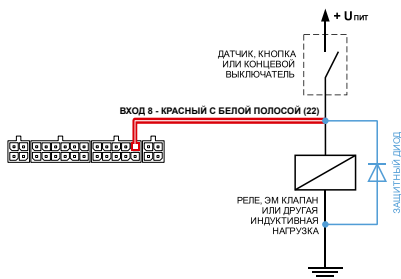

Рис.23. Схема подключения защитного диода
- 1. Защитный диод (Рис.23)** – устанавливается параллельно индуктивной нагрузке. При этом прямой ток защитного диода ($I_{\text{диода, прямой}}$) должен быть не менее $1.5 \cdot I_{\text{удержания катушки}}$. Если ток удержания катушки неизвестен или есть сомнения, следует использовать схему включения с защитным реле.